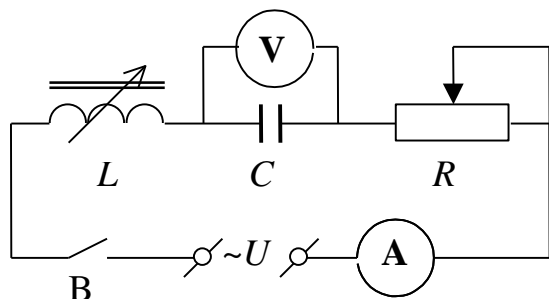

Рис.8
2. Соберите электрическую цепь по схеме (рис.8), включив в нее сначала конденсатор  $C_2=15$  мкФ.